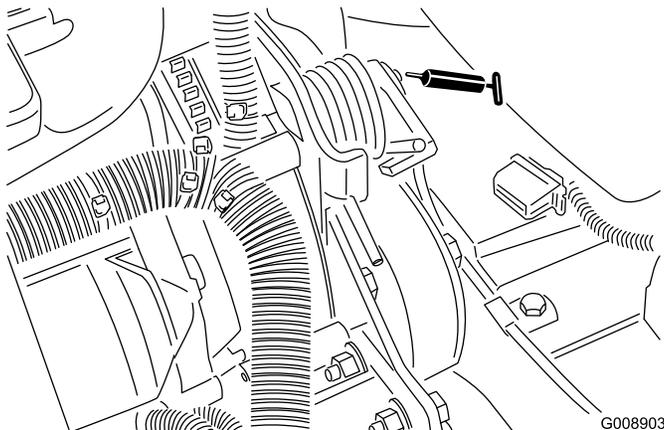

Figure 59
- Pivots de tension de courroie (Figure 59)